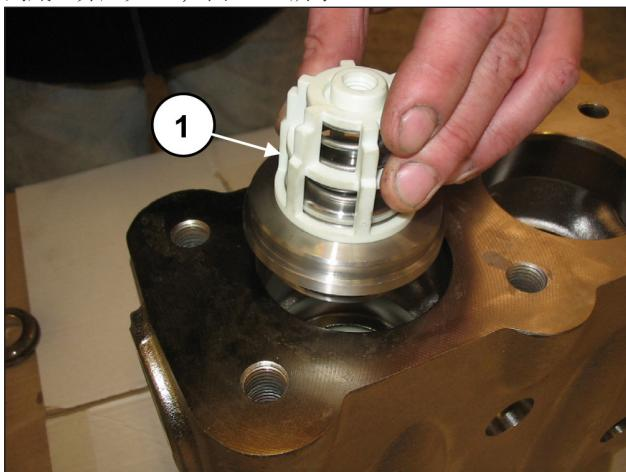
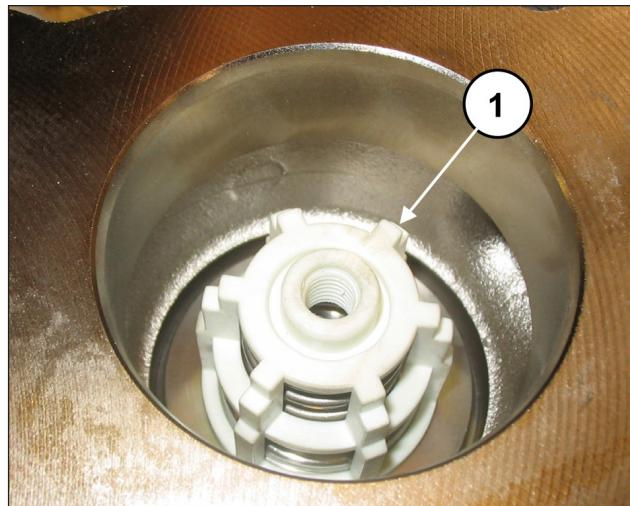

图 120
图 121
插入排出阀组（位置①，图 120）。整个阀组必须完全插入到底，并应如 ①，图 121 所示。